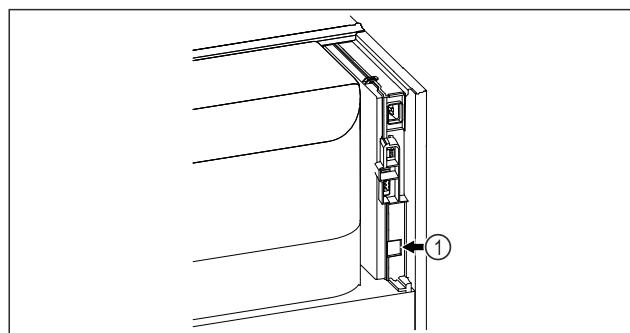

Fig. 168
- SmartModule Fig. 168 (1) ist eingesetzt.